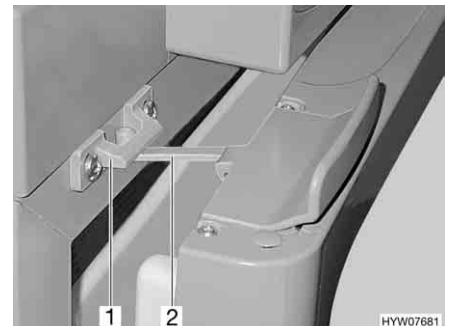

Bild 174 Kylskåpsdörr i ventilationsläge (Thetford)
■ För upp låset (Bild 174,2) och haka fast det i låsfästet (Bild 174,1). Därvid stannar kylskåpsdörren i öppet läge.